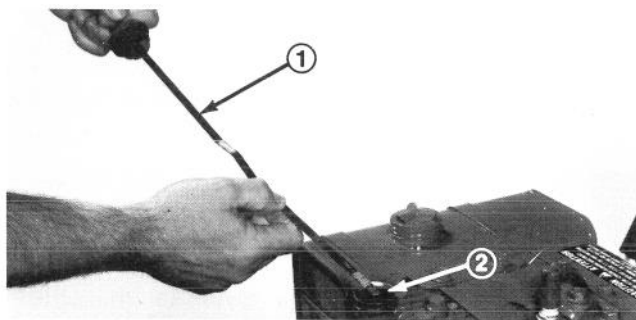

Fig. 22
3. Fjern skruelåget fra krumtaphuset (Fig. 22).
4. Hæld, ved hjælp af en ren tragt, 1,3 liter olie ned i krumtaphuset (Fig. 22). Briggs & Stratton motoren bruger enhver god kvalitet selv-rensende olie som har American Petroleum Institute - API - "service-klassifikation" MS, SC, SD eller SE. Oliens viscositet - tykkelse - vælges efter de temperaturer hvori sneslyngen skal benyttes. Anbefalede olier er SAE 5W30 eller 5W20, og en anerkendt erstatning er SAE 10.